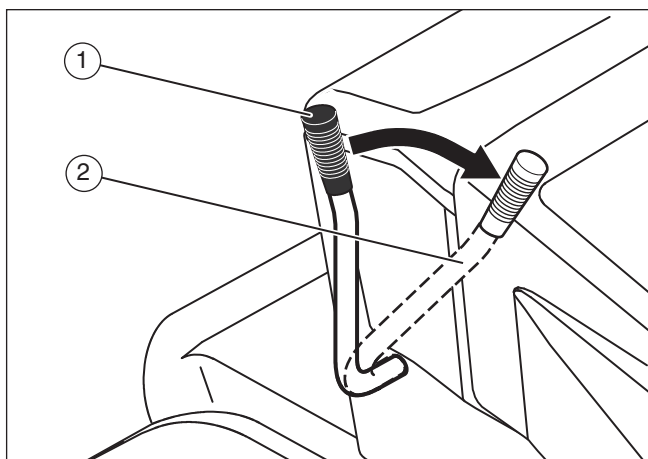

Figure 8
2. Placer la commande de rotation de la lame en position DESENGAGE (1) (Figure 8).
10. Placer la commande de rotation de la lame en position ENGAGE (2) (Figure 8).